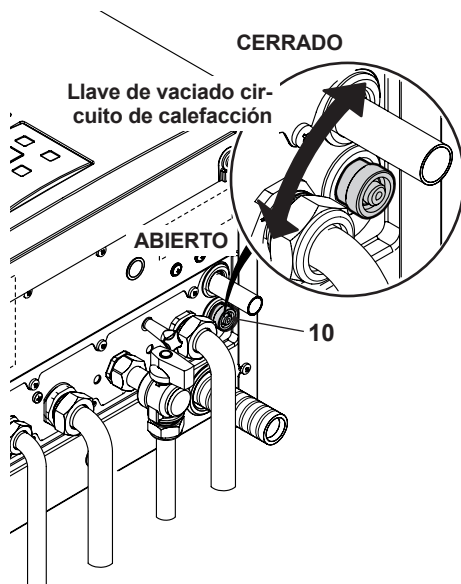

Figura 9.9
- Afloje la llave de vaciado del circuito de calefacción 10 indicada en la Figura 9.9.